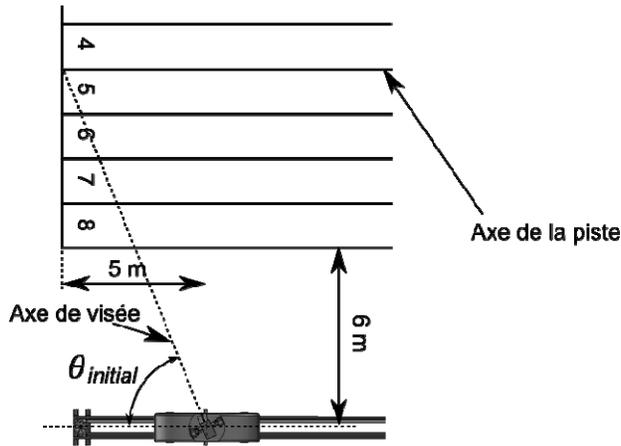

Figure 3
- Déterminer l'angle théorique θ_{initial} (défini sur la figure 3) que forme l'axe de visée avec l'axe de la piste au moment du « top départ » en considérant que la caméra pointe le centre exact de la piste. Sachant que l'angle final de la caméra par rapport à l'axe de la piste doit être de 90° , calculer l'angle $\theta_{\text{caméra}}$ (défini sur la figure 2) que doit parcourir la caméra.
1. La figure 3 met en évidence un triangle rectangle dont les 3 sommets sont : le centre de la caméra, le croisement entre la ligne de départ et l'axe de visée et le croisement entre la ligne de départ et l'axe de translation du X-track.